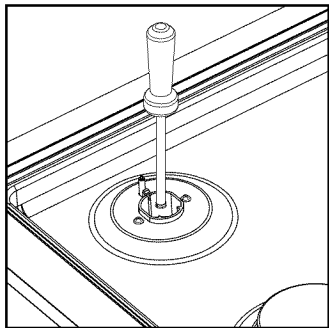

Fig.1
- 4 Dévisser les injecteurs (les conserver en vue d'un usage futur) et les remplacer par les injecteurs appropriés (les dimensions sont inscrites sur le côté, p. ex., 70 = 0,70 mm). Voir Fig.1.